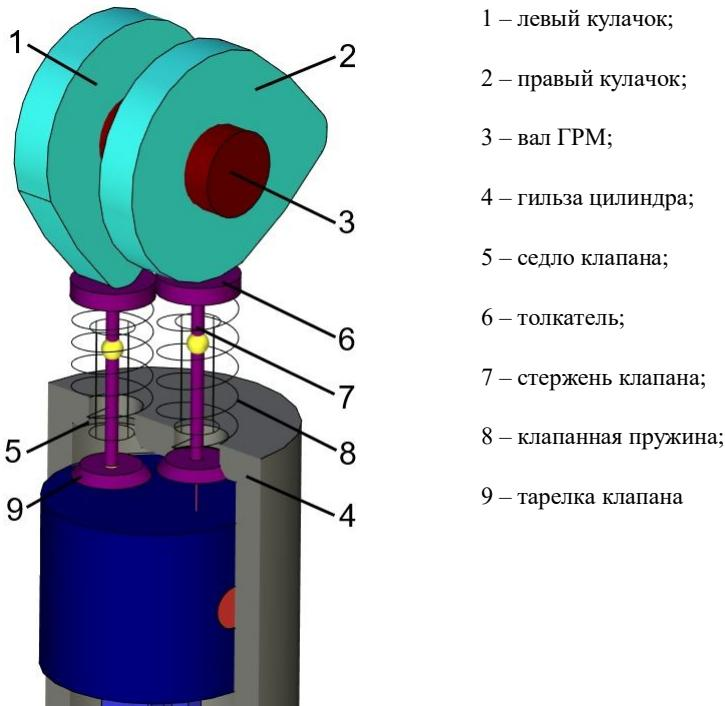

Рис. 3.1 – Схема ГРМ
- 1 Создание в упрощенном виде основных элементов системы ГРМ: кулачка, толкателя, клапана и, схематично, гильзы цилиндра с отверстиями под клапаны (рисунок 3.1).
Расстояние  $Lv$  от оси клапана до оси гильзы выберите сами, опираясь на рис. 3.1. Учтите, что между тарелками клапанов должно быть расстояние не менее радиуса тарелки клапана, от стенок гильзы также необходим небольшой отступ, оси клапанов